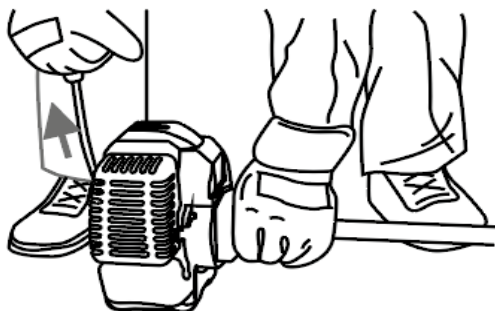

Рисунок 10. Схема розташування мотокоси під час запуску.
3. Утримувати мотокоосу під час запуску двигуна, притиснувши її штангу до поверхні землі (рис. 10).